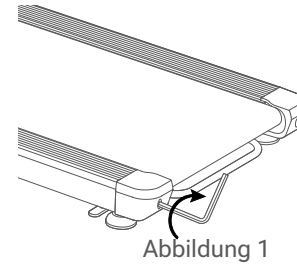

Abbildung 1
- Wenn das Laufband nach links verrutscht ist, drehen Sie die linke Schraube der Tragrolle mit dem Sechskantschlüssel um 1/4 Umdrehungen im Uhrzeigersinn (siehe Abbildung 1).